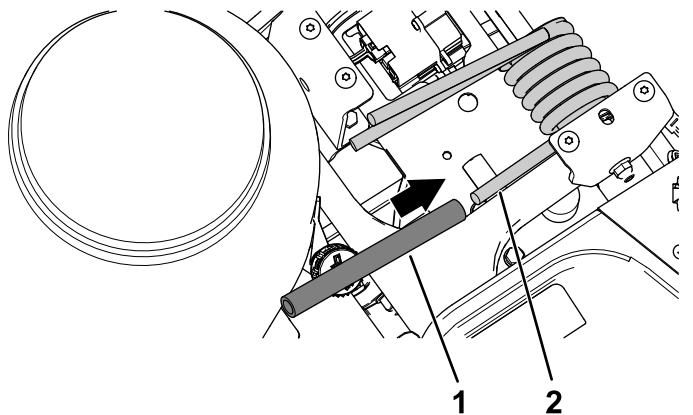

Bild 2
2. Setzen Sie das Federhubrohr auf das Ende der Drehfeder (Bild 2).